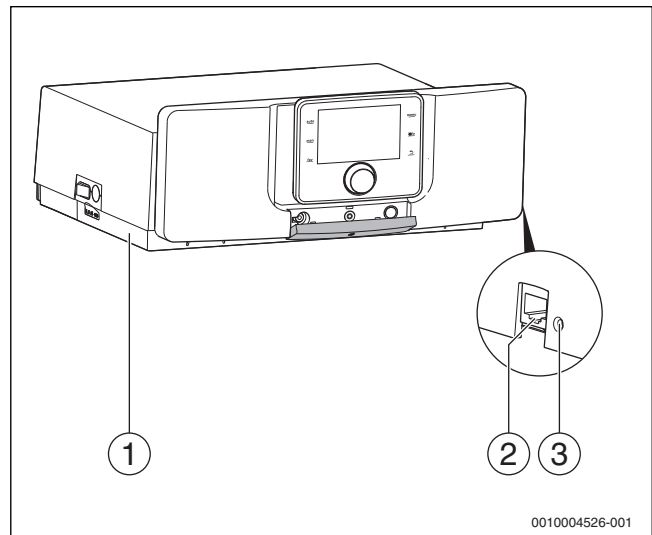

Bild 48 Anschlussmöglichkeit MX25 und IP-Modul
Beim ersten Starten der App müssen der voreingestellte Login-Name und das Passwort eingegeben werden. Die Login-Daten sind auf dem Typschild des IP-Moduls aufgedruckt, das sich an der Seite des Regelgeräts befindet (→ Bild 48, Seite 26).
- Taste **Reset** (→ Bild 48, Seite 26) mit einem geeigneten Gegenstand kurz drücken (z. B. Kugelschreiber).
- Taste **Reset** (→ Bild 48, Seite 26) mit einem geeigneten Gegenstand (z. B. Kugelschreiber) für mindestens 5 Sekunden gedrückt halten.